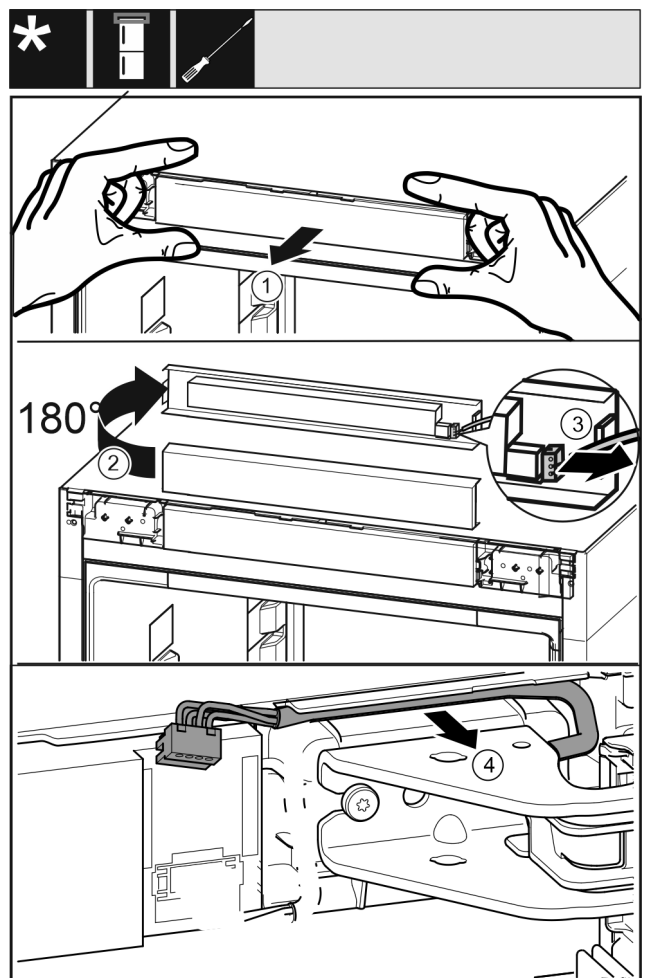

Fig. 9
- ▶ Obslužný kryt zariadenia opatrne uvoľnite dopredu. Fig. 9 (1)
- ▶ Obslužný kryt otočte nahor o 180°. Fig. 9 (2)
- ▶ Výstupok potlačte dozadu a opatrne vytiahnite zástrčku. Fig. 9 (3)
- ▶ Kábel nad ložiskovou konzolou opatrne uvoľnite z vedenia. Fig. 9 (4)